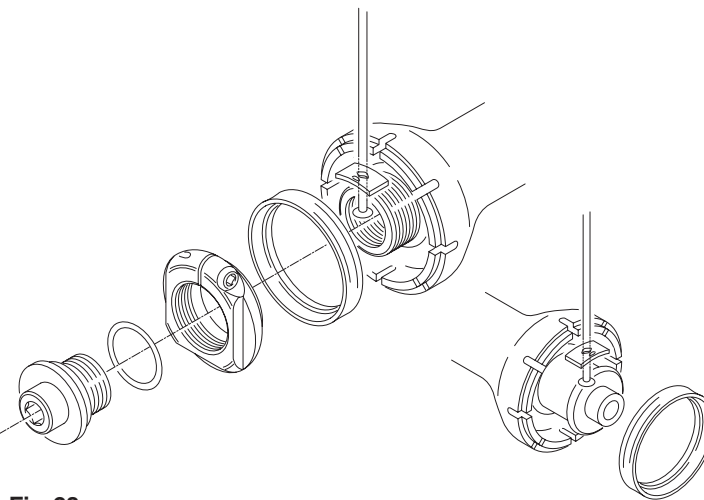

Fig. 28
- Inserite il raggio e la piastrina nell'apposita sede sul lato del mozzo facendo attenzione che il lato con la tacca sulla faccia convessa della piastrina rimanga rivolto verso l'esterno del mozzo (Fig. 28).
- Fit the spoke and the pad in the special seat on the side of the hub, making sure that the side with the notch on the convex face of the pad faces outwards from the hub (Fig. 28).
- Die Speiche und das Plättchen in den vorgesehenen Sitz auf der Seite der Nabe einsetzen und darauf achten, daß die konvexe und mit einer Kerbe versehene Seite des Plättchens von der Nabe nach außen hin gerichtet ist (Abb. 28).
- Introduisez le rayon et la plaquette dans le logement prévu à cet effet sur le côté du moyeu en veillant à ce que le côté qui a une encoche sur la surface convexe de la plaquette reste tourné vers l'extérieur du moyeu (Fig. 28).
- Montar el radio y la placa en su asiento correspondiente en el lado del buje, prestando atención a que el lado con la ranura en la parte convexa de la placa quede hacia el exterior del buje (Fig. 28).